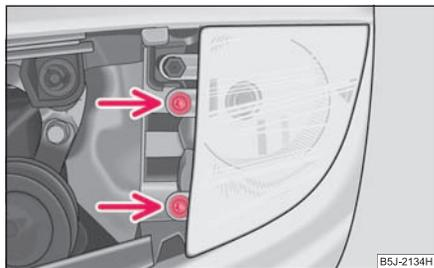

Fig. 210 Desmontaje de la bombilla del faro antiniebla
- Desenroscar los tornillos ⇒ fig. 210 y sacar el faro antiniebla.
- Enroscar los tornillos ⇒ fig. 210 y volver a montar la rejilla ⇒ página 222. ■